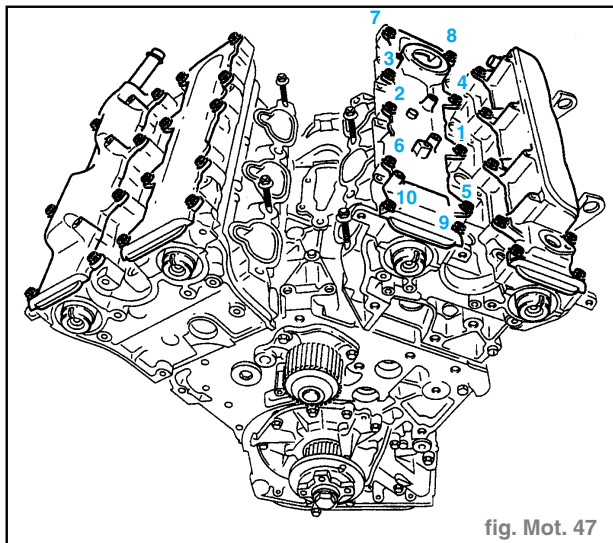

fig. Mot. 47
- Desserrer complètement la vis (1).
- Resserer la vis (1) à **1,5 daN.m**, puis effectuer un serrage angulaire de **225°**.
- Approcher puis serrer progressivement les vis de fixation des carters couvre-arbres à cames dans l'ordre préconisé. (fig. Mot. 47)